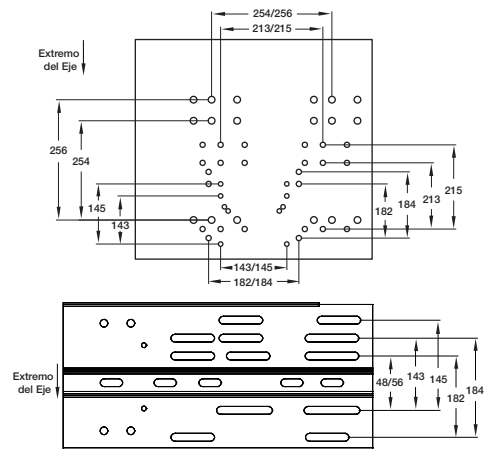

Figura 8 — Posiciones de Montaje del Motor según el Tamaño del Bastidor del Motor
1. Fije el motor a la placa con la ayuda de las piezas metálicas que se proporcionan. Los orificios se alinearán cuando el bastidor del motor (extremo del eje) esté a nivel con el borde de la placa del motor. Las piezas para el montaje del motor se incluyen en el kit de piezas adosado al marco del impulsor. Consulte la Figura 8 para conocer la posición de montaje según el tamaño del bastidor del motor. Consulte la página 8 para conocer el contenido del juego.